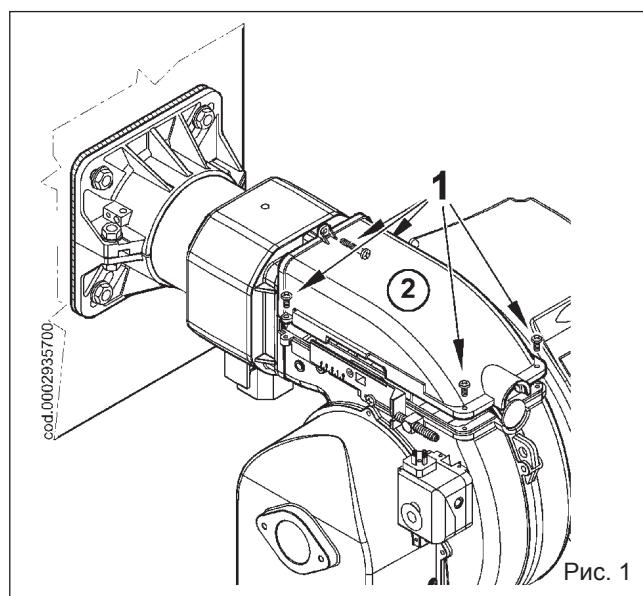

Рис. 1
- 1) Открутите винты (1) и снимите крышку (2), смотрите рисунок 1.
- 1) Выполните инструкции, данные в параграфе "Техобслуживание", выньте узел смешения и снимите винт (1), соединяющий шток продвижения (2) узла с газоподающей трубой (3).
- (3) Снимите винт (5), соединяющий газовый смеситель (6) с трубой (рис. 1).
- 2) Поверните на 180° коленчатый фитинг (4) и смеситель (6) так, чтобы вход газа был обращен вверх (рис. 1). Снова закрепите смеситель и шток продвижения узла к газоподающей трубе.
- 3) Теперь снимите 4 гайки (7), показанные на рисунке 2, освободите огневую трубу (8) от соответствующих шпилек и установите ее обращенной вверх резьбовым соединением для крепления газовой рампы.